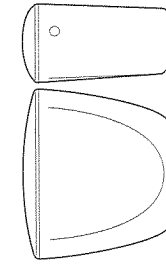

Рис.7
- бачок смывной кнопочный или с верхним пуском с боковой подводкой высокий (рис. 7),